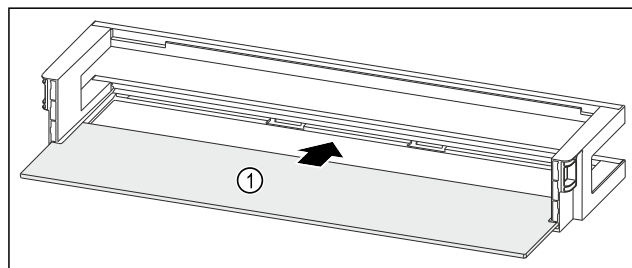

Fig. 161 Дверная полка со съёмной полкой
- ▶ Вдвиньте съёмную полку Fig. 161 (1) в боковые пазы.